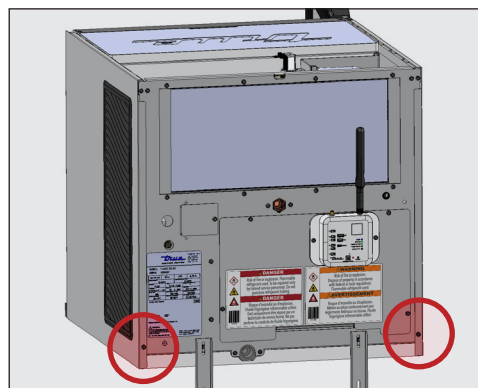

Abb. 5. Position der Schrauben der Seitenwand.
3. Entfernen Sie die hinteren Schrauben der Seitenwand. Siehe Abb. 5.